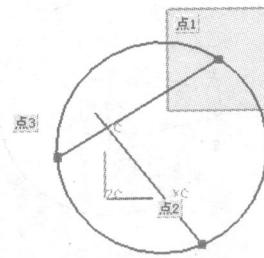

图 1-18 整圆示意图
- 单击【整圆】按钮，可以切换为整圆，如图 1-18 所示。